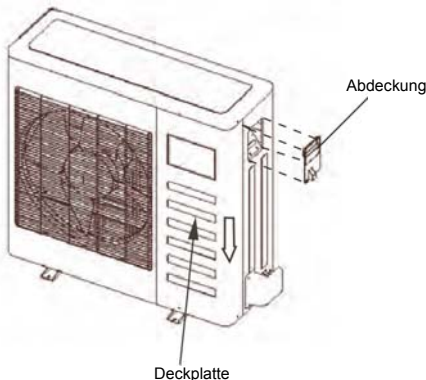

Abb. 9-1
- Drehen Sie die Schrauben auf der Abdeckung der Klemmleiste heraus. (Ist keine Abdeckung der Klemmleiste an der Außeneinheit vorhanden, drehen Sie die Schrauben auf der Deckplatte heraus, und ziehen Sie die Deckplatte in Pfeilrichtung ab.) (Siehe Abb. 9-1, 9-2 und 9-3.)